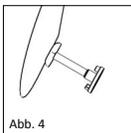

Abb. 4
■ **Abb. 4** Der stempelartige Anteil des Sizers dient im Rahmen der Messung zur Auflage auf die Stapesfußplatte. Der tellerartige Anteil ist zur Anlage gegen das Trommelfell vorgesehen. Die Dicke des Transplantates (z.B. Knorpelscheibe), welches später der Unterfütterung am Trommelfell dient, ist für die Ermittlung der Prothesenlänge zu berücksichtigen. Ist die optimale Länge gefunden, kann die entsprechende Länge an der Total-Prothese eingestellt werden.
■ **Fig. 4** The stamp-like part of the sizer is used to support the stapes footplate during the measurement process. The plateshaped part is designed to lie against the tympanic membrane (Fig.4). The thickness of the graft (e.g.disk of cartilage), later used to line the tympanic membrane is taken into account when calculating the length of the prosthesis. Once the optimum length has been determined, the total prosthesis of the correct length can be selected.